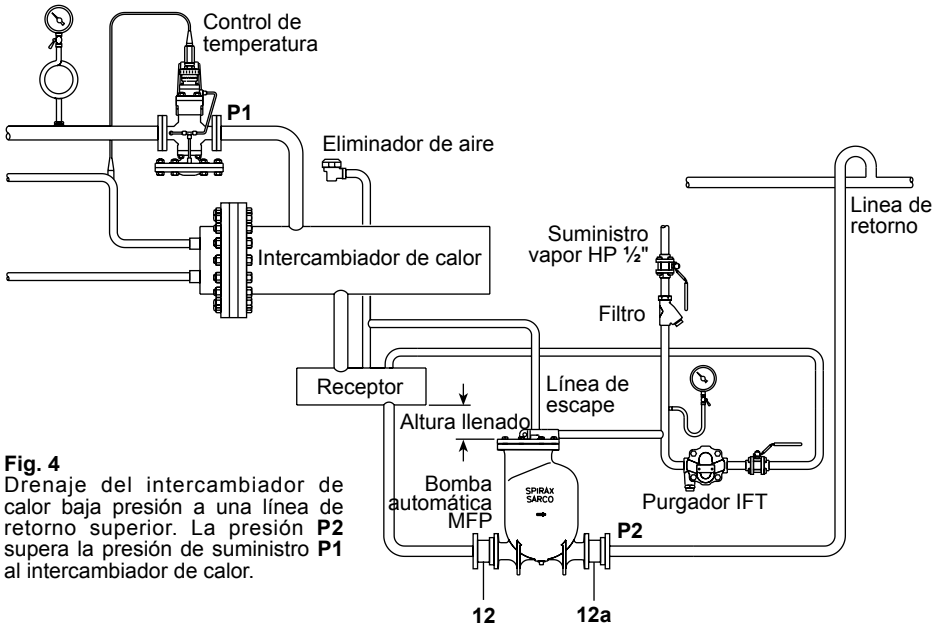

Fig. 4
1. Instalar la bomba por debajo del nivel del equipo a drenar, con la conexión de evacuación en línea vertical hacia arriba. La bomba debe instalarse con la altura de llenado (distancia vertical entre la parte superior de la bomba y la parte inferior del receptor / depósito) recomendado, tal como se indica en la Sección 3.2 y Fig 4. Para otras variaciones de la altura de llenado, véase las características de capacidades que van aparte.
Tiene que haber suficiente volumen en el recipiente por encima del nivel de la altura de llenado para aceptar que el condensado alcance la bomba durante la fase de descarga. El receptor puede ser un tramo de tubo de gran diámetro o un tanque. Si se desea, el rebose del receptor se puede instalar como se muestra en la Fig. 4 y canalizado a un desagüe adecuado. La tubería debe formar un sello de agua de tipo U de, al menos, 305 mm (12") de profundidad inmediatamente después del receptor.
2. Para evitar inundaciones del equipo durante el recorrido de descarga de la bomba, debe instalarse un receptor atmosférico o una tubería de retorno en un plano horizontal delante de la bomba, como se muestra en la Fig 4. Para dimensionar adecuadamente el receptor / depósito, vea la tabla 'Capacidades del receptor de entrada' que se muestra en las tablas 1 y 2, página 13. Todos los accesorios de la línea de entrada deben ser de paso total.
3. Conectar las válvulas de retención (12) y (12a) a la bomba, asegurándose de que el flujo a través de las válvulas siga la dirección correcta.